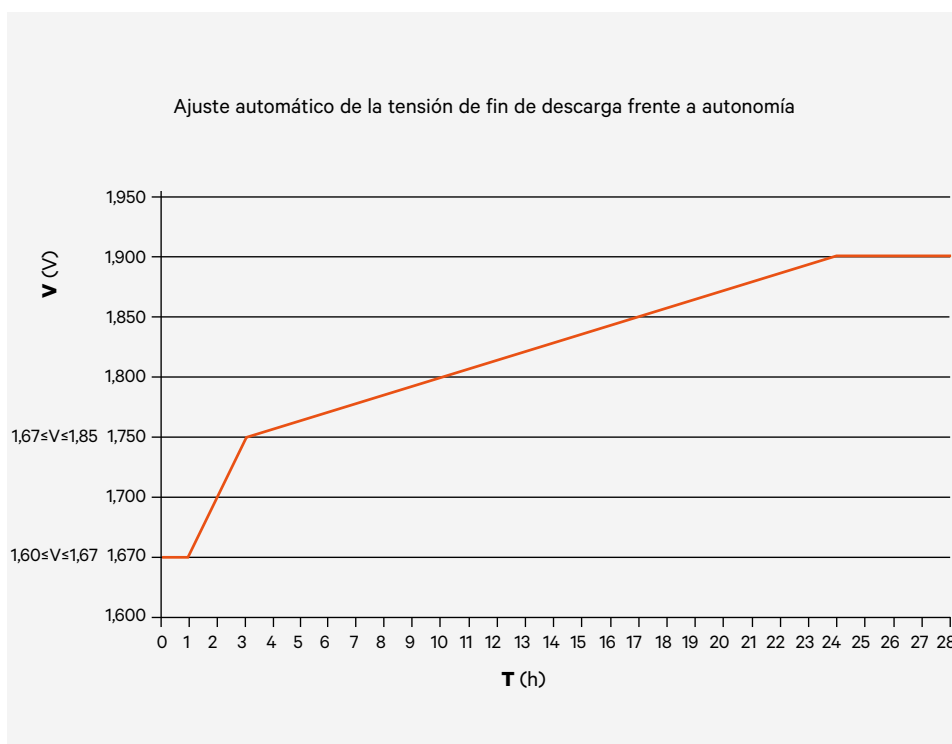

Figura 4: Tensión de final de descarga en función de la duración de la descarga
- Tensión nominal (V): 2,0
- Tensión final de descarga automáticamente regulada según autonomía (véase figura 4)